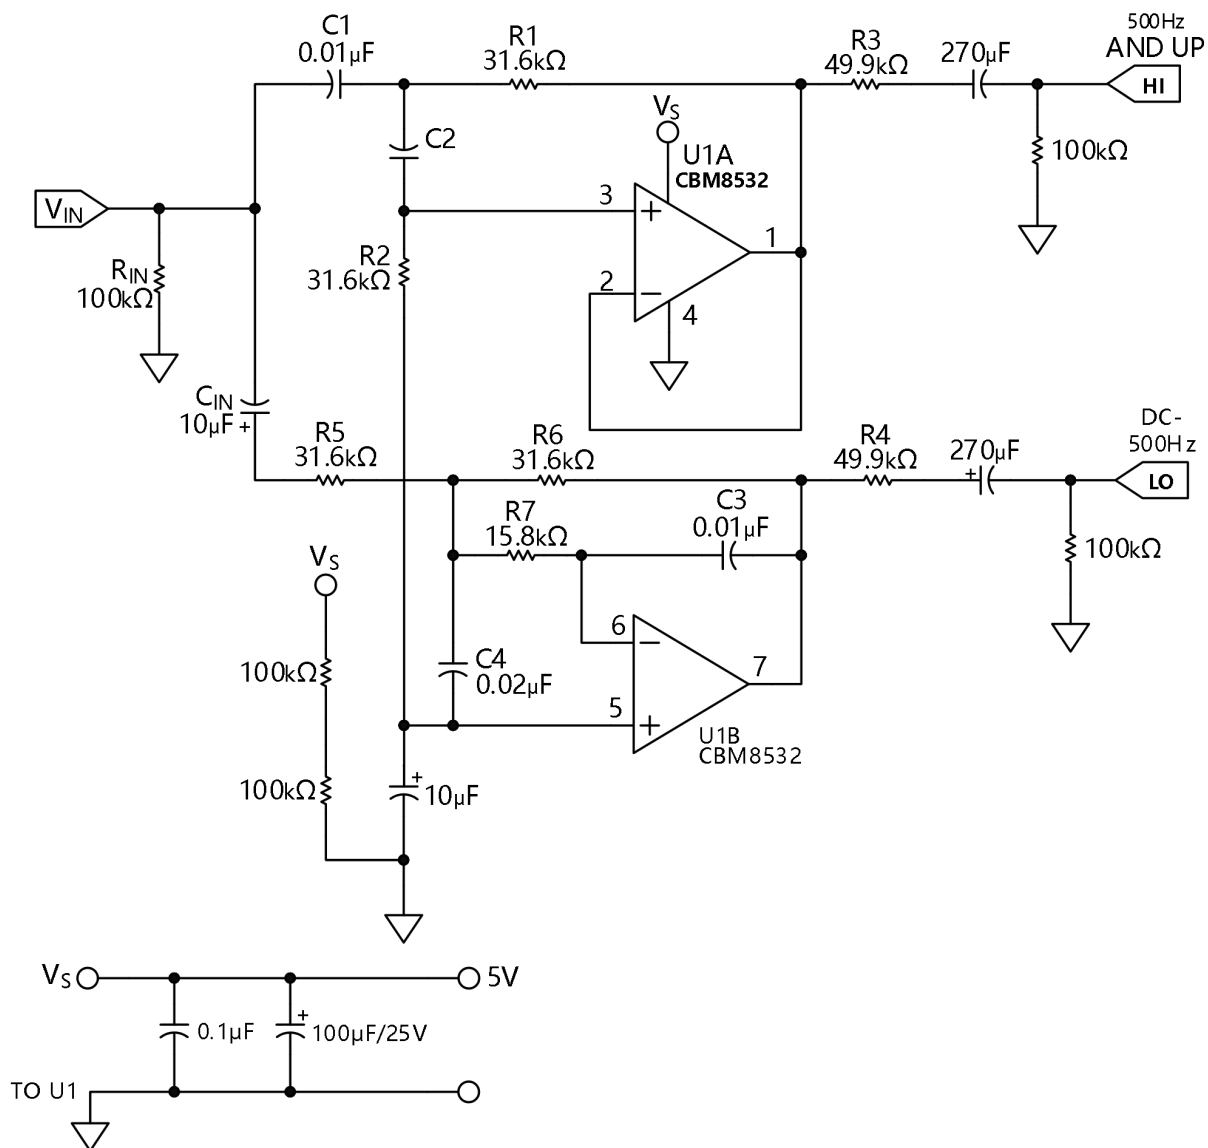

图 45.单电源，双向有源交叉
有源滤波器在扬声器交叉网络中非常有用，因为它体积小，相对不受寄生效应的影响，易于控制低/高通道驱动，并且由专用放大器提供受控的驱动阻尼。Sallen-Key (SK) 和多反馈 (MFB) 滤波器结构在实现主动交叉网络中都很有用。图 45 所示的电路是一个单电源，双向有源交叉，结合了两种滤波器拓扑的优点。